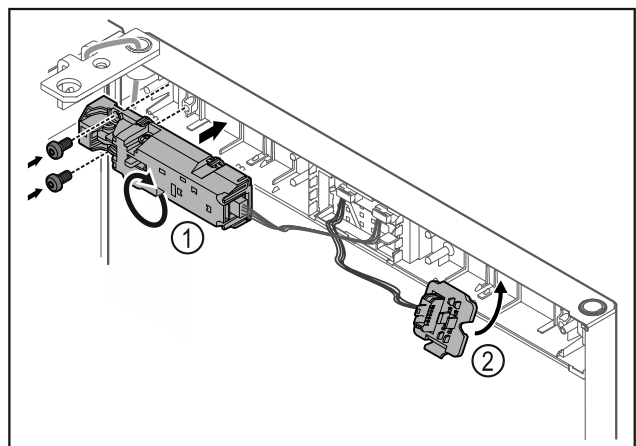

Fig. 21
- Otočte dálkový zámek Fig. 21 (1) o 180° a upevněte jej na protější straně.
- Zaklapněte držák zástrčky Fig. 21 (2) na protější straně.